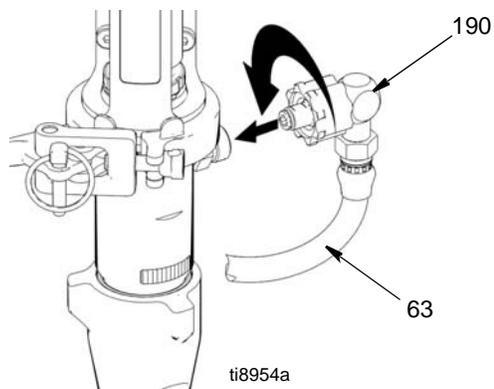

図 26
7. (図 26) ポンプ・アウトレットがホース金具 (190) と並ぶように留め具を開きます。塗料ホース金具 (190) を塗料ホース (63) をポンプ接続に取り付けて、留め具を閉めます。